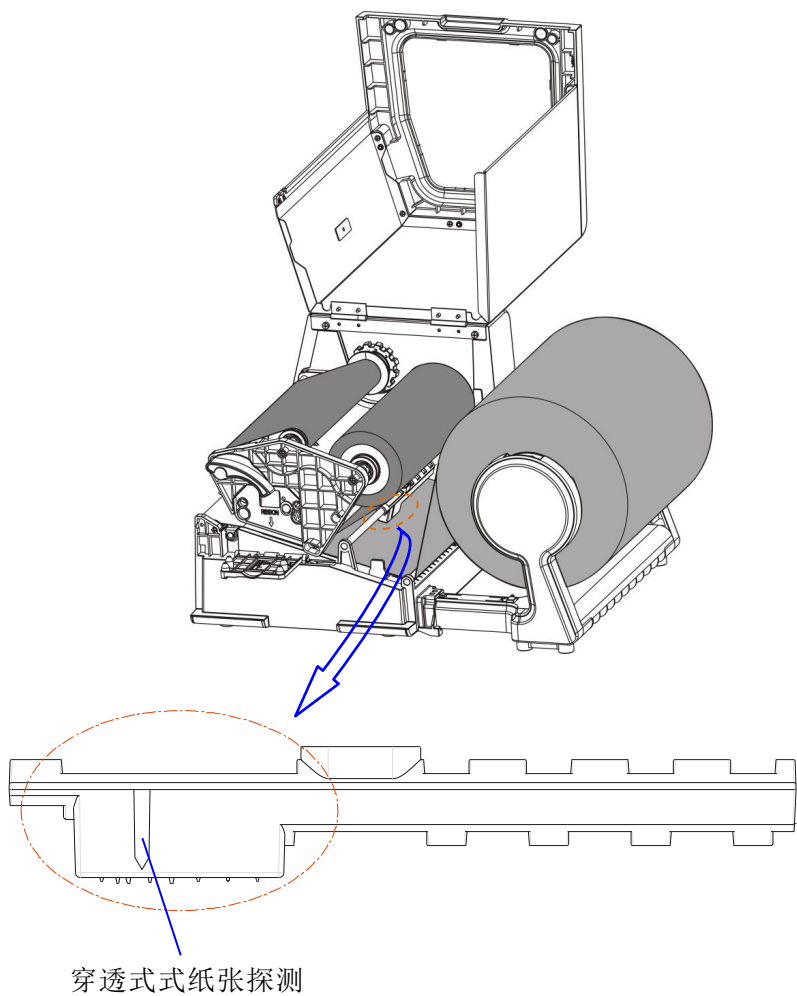

图 10-4
2. 在碳带供应端的下方、导纸片的上方，横杆中间处即为反射式纸张探测器。（图 10-4）